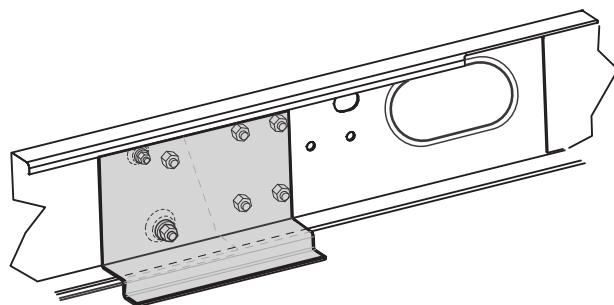

Fig. 19
- Adecuado para caravanas hasta 1900 kg - 2000 kg y un chasis AL-KO M con largueros desplazables (Fig. 19).